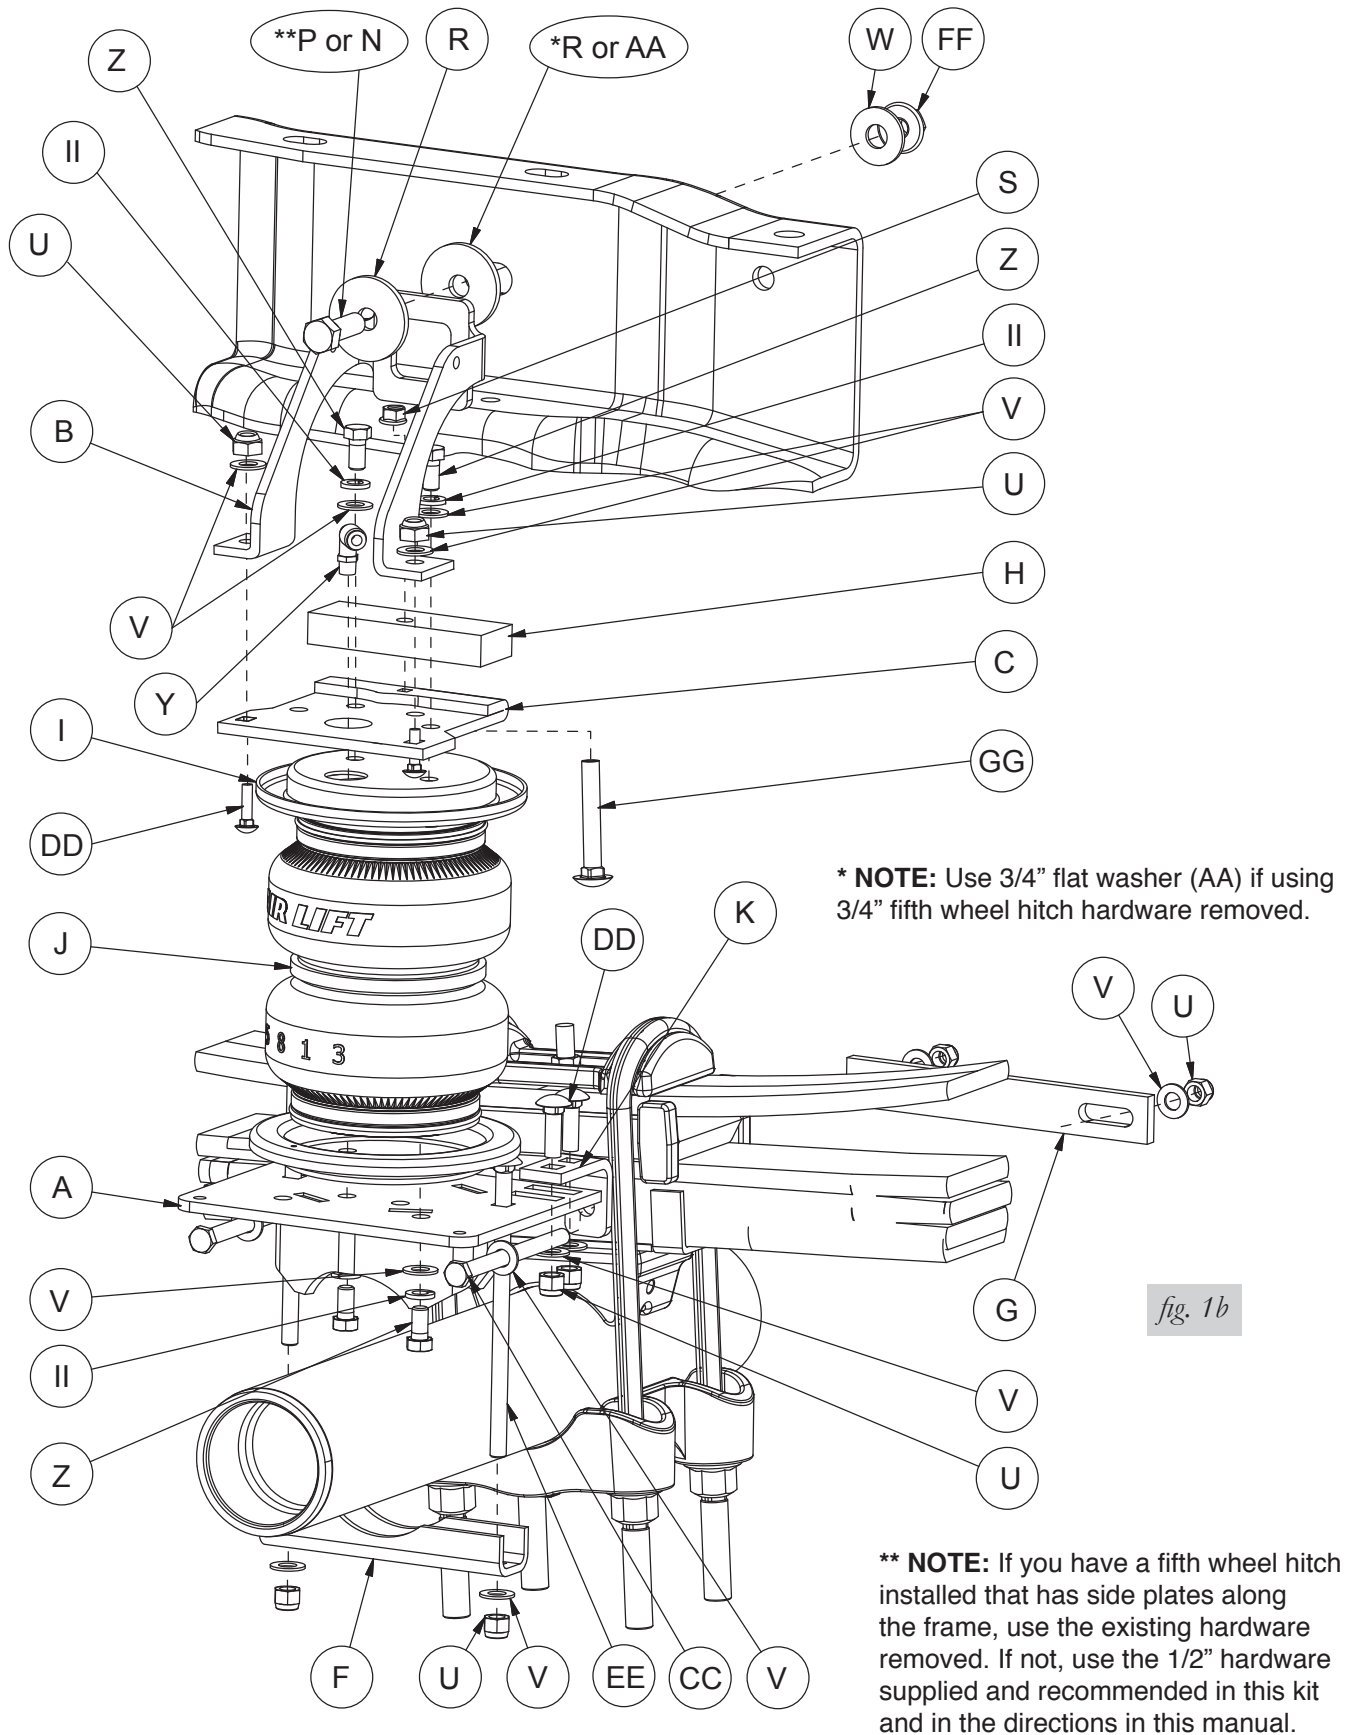

fig. 1b
* See footnote in Fig. 1b
** See footnote in Fig. 1b